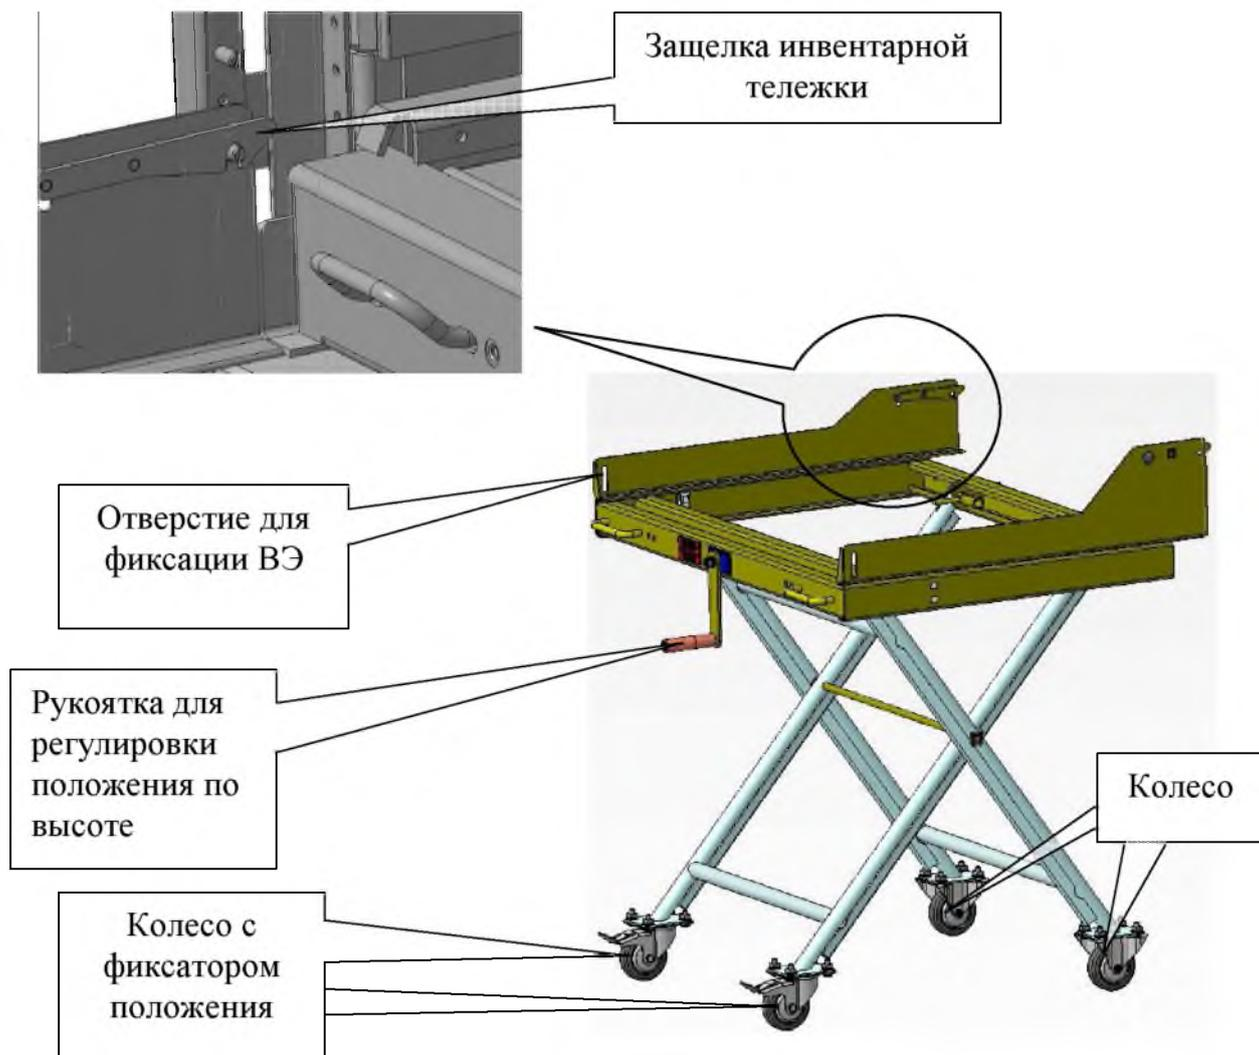

Рисунок 22 – Инвентарная тележка
Выдвижной элемент имеет колеса и может легко и плавно перемещаться по направляющим из зафиксированного положения в ремонтное (вне шкафа) и обратно. Для вывода выдвижного элемента в ремонт применяется складная инвентарная тележка, которая фиксируется с помощью двух защелок за шкаф. Инвентарная тележка (Рисунок 22) входит в комплект запасных частей, инструментов и принадлежностей, поставляемый совместно с заказом.
Рисунок 22а – Выдвижной элемент с вакуумным выключателем ВВУ-СЭЦ-П-10-25/1250 для шкафа КРУ СЭЦ-70 шириной 650 мм
- выдвижной элемент вакуумного выключателя ВВУ-СЭЦ-П-10-25/1250 (Рисунок 22а);